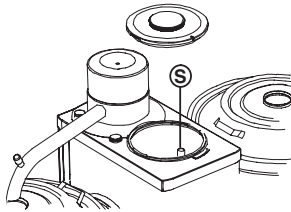

Fig. 22 Varmtvandssystemets overløbsrør
- Tøm det sidste vand ud gennem overløbsrøret. For at gøre det, skal du trække overløbsrøret (S.), som findes i varmtvandskedlen, op ved den korte slange (fig. 22).
- Tøm det sidste vand ud gennem overløbsrøret. For at gøre det skal du trække overløbsrøret op (S., fig. 22).